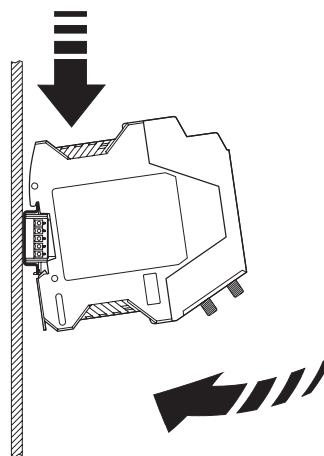

Figure 13
3. Placer le module sur le rail par le haut. La rainure d'arrêt supérieure du module doit s'enclencher dans la bordure supérieure du rail (fig. 13). Veiller à ce que le positionnement en soit correct par rapport aux connecteurs-bus pour rail.